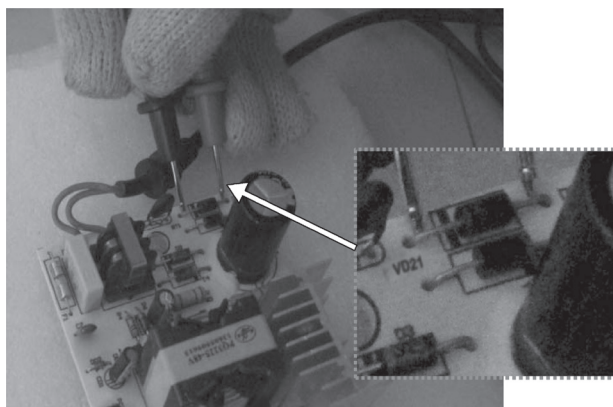

图 6-5 检测 VD21、VD22
- 7) 当检查稳压管 VD21、VD22，如图 6-5 所示，发现 VD21 击穿。